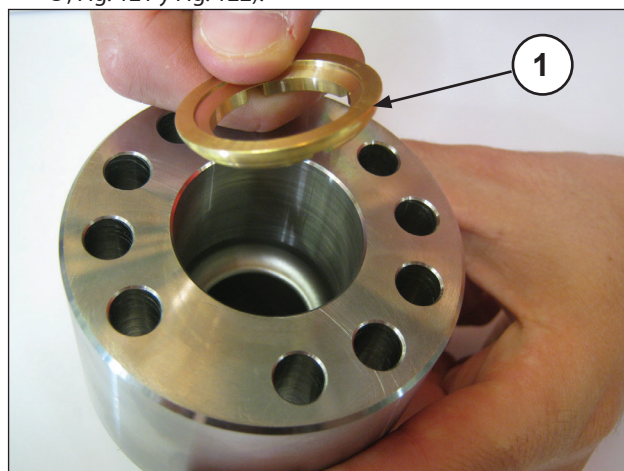
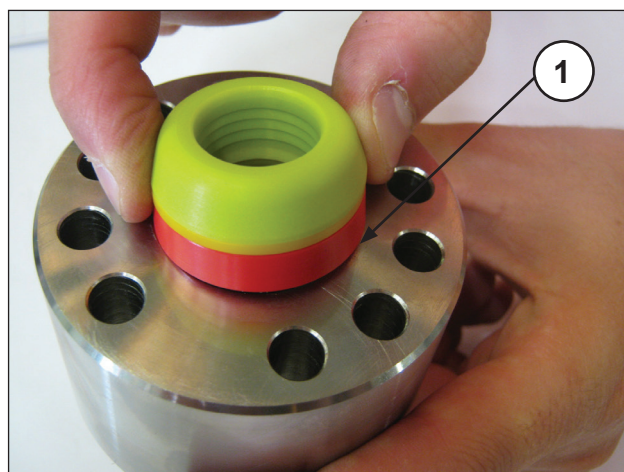
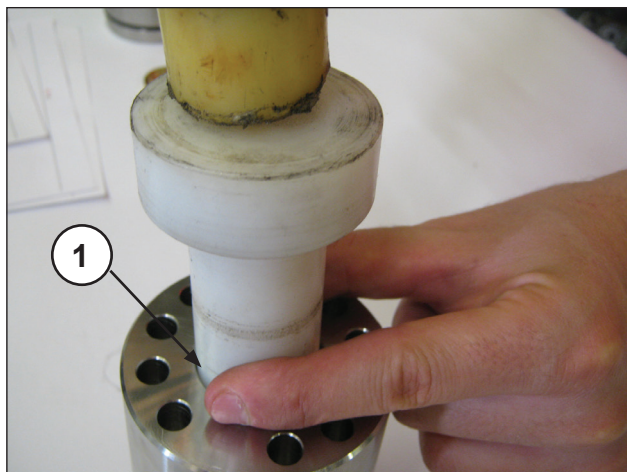

Fig. 120
Fig. 121
Fig. 122
- Introducir, en el soporte de las juntas HP, el anillo de cabecera (pos. ①, Fig. 120) y, a continuación, el paquete H.P. (alta presión); para evitar daños debido a la ligera interferencia entre la junta y el soporte de las juntas HP, se recomienda utilizar un tampón de material plástico (pos. ①, Fig. 121 y Fig. 122).
La junta H.P. se ha de introducir en la soporte como se indica en la Fig. 121 y la Fig. 123.